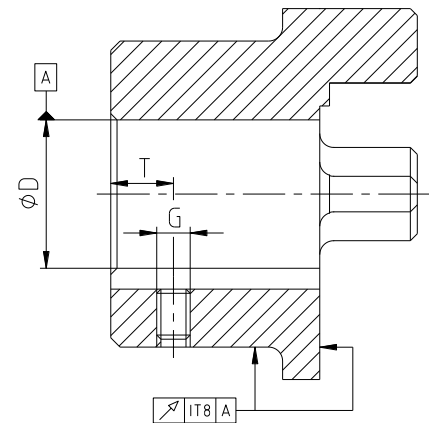

Bild 7: Rund- und Planlaufgenauigkeit
- Bei Herstellung der Nabenbohrung durch den Kunden ist die Rund- bzw. Planlaufgenauigkeit (siehe Bild 7) einzuhalten.